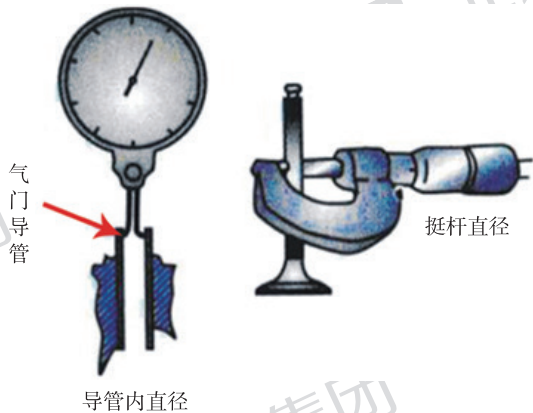

图3 测量气门导管内径
(2) 也可通过测量气门导管的内径(如图3所示),将测得的内径减去气门杆的实际直径,所得差值即为气门与导管的配合间隙。普桑的进气门与导管的配合间隙为0.03mm~0.06mm,极限为0.10mm。排气门与导管的配合间隙为0.05mm~0.06mm,极限为0.13mm。超出极限应更换气门或气门导管。